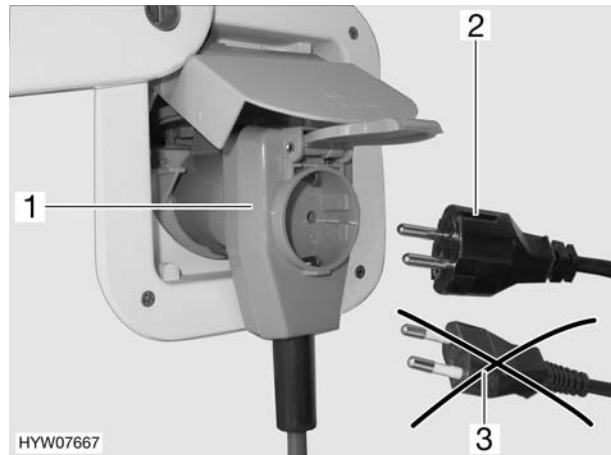

Bild 103 Anschluss an eine Winkelkupplung mit Steckdose
- Bei Verwendung einer CEE 17 Winkelkupplung mit rückseitig eingebauter Steckdose (Bild 103,1) nur einen gummierten und versiegelten IP 44 Stecker mit Schutzkontakt (Bild 103,2) verwenden. Keine Stecker ohne Schutzkontakt (Bild 103,3) verwenden. Gefahr eines Stromschlages!